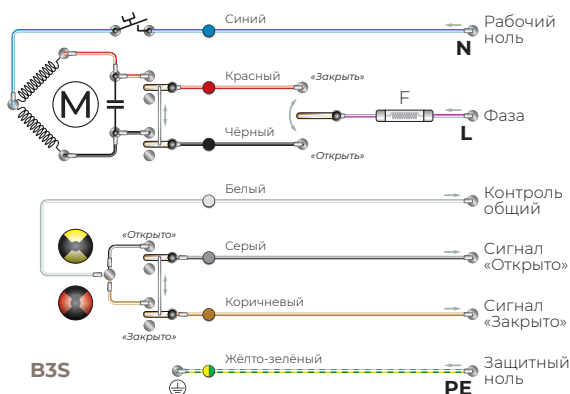
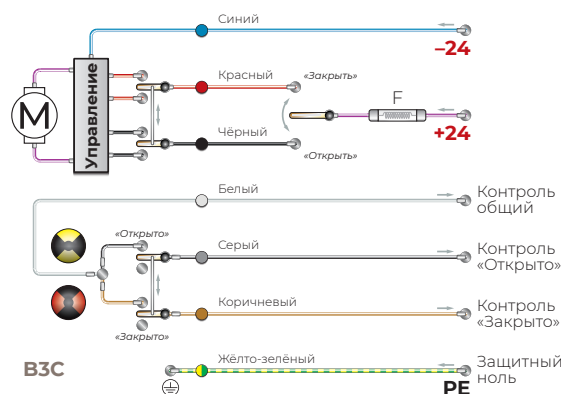

Рис. 1. Схема электроподключения V3S
Рис. 2. Схема электроподключения V3C
¹⁾ См. Рис. 1, Рис. 2
1) См. Рис. 1, Рис. 2